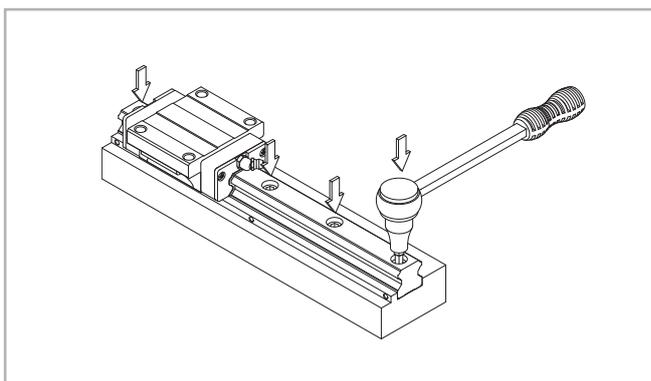

Fig. 59
(3) Serrez les vis de pression sur le rail de guidage jusqu'à ce qu'il y ait un contact étroit avec le côté de l'épaulement (voir fig. 59).
Remarque : Pour une précision élevée, serrez l'une après l'autre les vis de fixation du rail de guidage en procédant du centre vers l'extérieur (voir fig. 59).